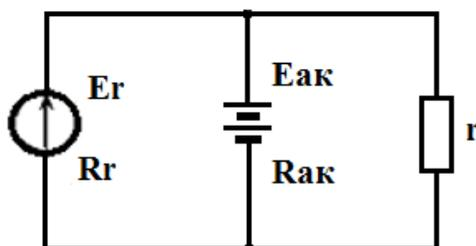

Рис. 1.56. Схема к задаче 6
6. Как известно, если увеличивать ток нагрузки I , то при малых значениях этого тока аккумулятор заряжается, а при больших – разряжается. Определить: а) при каком значении тока нагрузки $I_{\text{пред}}$ аккумулятор переходит с зарядки на разрядку; б) какую мощность отдают нагрузке генератор и аккумулятор при токе, превышающем $I_{\text{пред}}$ в 1,5; 2; 2,5 раза, если $E_r = 14 \text{ В}$; $E_{\text{ак}} = 12 \text{ В}$; $R_r = 0,2 \text{ Ом}$; $R_{\text{ак}} = 0,1 \text{ Ом}$ (рис. 1.56)?